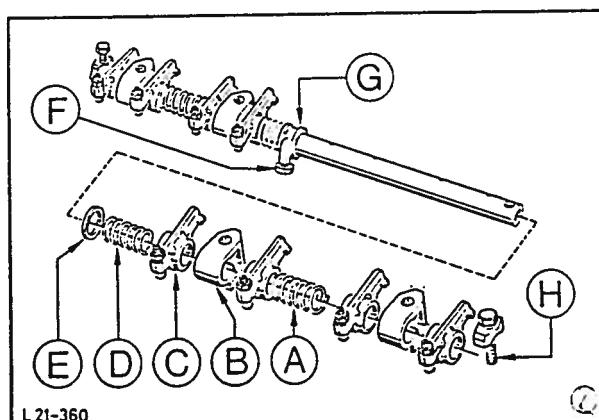

Fig. 151 Montering av vippearmaksel.
5. Påør olje på vippearmakselen og monter komponentene på hver side av oljetilforselsforbindelsen i følgende rekkefølge, fig. 151: